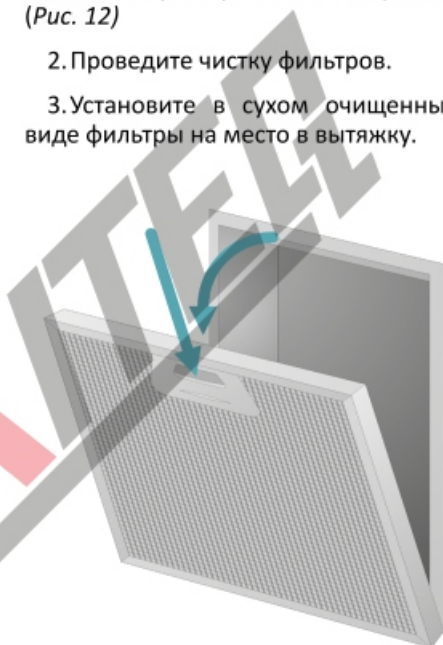

Рис. 12 *Снятие алюминиевого жиरोулавливающего фильтра*
1. Нажмите на защелки на жиरोулавливателем фильтре и снимите фильтр. (Рис. 12)